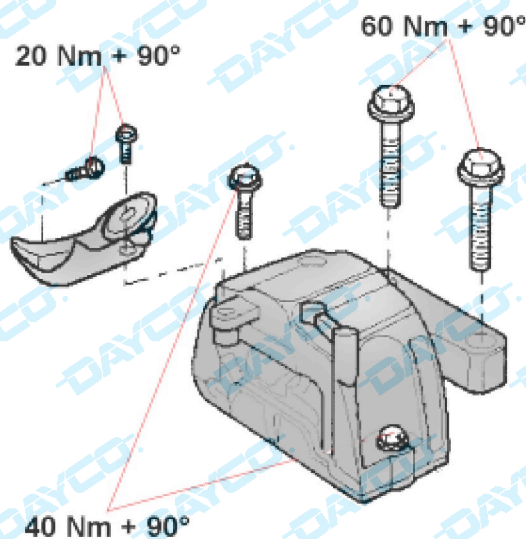

Fig. 8
- Emplear tornillos nuevos y apretar el bastidor derecho del motor a los pares de apriete indicados en la Fig. 8.